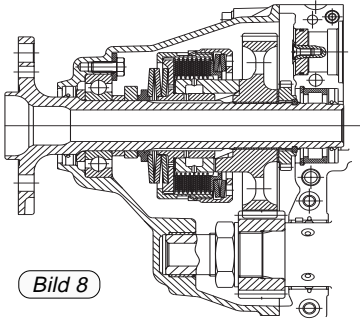

Bild 8
Siehe dazu Bild 8.
- ◆ **HINWEIS:** Bild 8 zeigt ein Getriebe "Ausführung 2" mit integrierter Überlastkupplung.